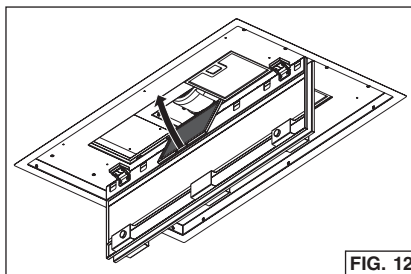

FIG. 12
2. Pour installer les filtres à graisses, alignez les ergots arrière des filtres dans les fentes de la hotte. Enfoncez la languette métallique, poussez le filtre en place et relâchez la languette. Vérifiez si le filtre est bien fixé une fois remplacé. Fig. 12.